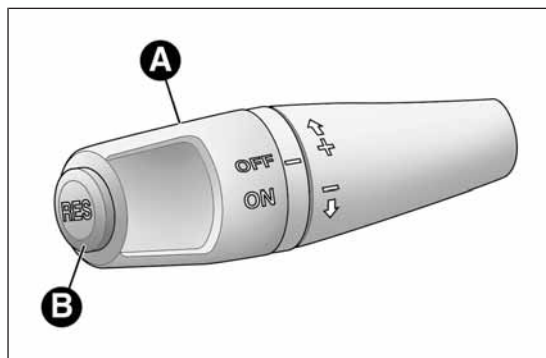

fig. 38
Girar la corona A fig. 38 a ON.
- ☐ girar la corona A fig. 38 a ON y pulsar el acelerador hasta llevar el vehículo a la velocidad deseada;
- ☐ pulsar el botón RES (B fig. 38).
- girar la corona A fig. 38 a la posición OFF;
En caso de funcionamiento defectuoso o avería del dispositivo, girar la corona A fig. 38 a OFF y acudir a los Servicios Autorizados Alfa Romeo.